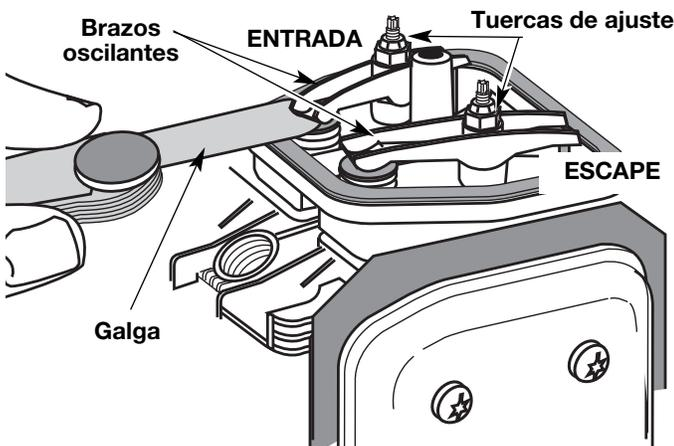

Fig. 38
8. Deslice la galga entre el brazo oscilante y el resorte de retorno de la válvula. Mida el huelgo entre el vástago de la válvula y el brazo oscilante (Fig. 38). Realice esto en las válvulas de entrada y de escape
El huelgo recomendado para las válvulas de entrada y de escape es 0,076 – 0,152 mm (0,003 – 0,006 pulgadas). Use un calibrador regular de automóvil de 0,127 mm (0,005 pulgadas). El calibrador debe deslizarse entre el balancín y el vástago de la válvula con una ligera cantidad de resistencia, sin doblarse (Fig. 38 & 39).